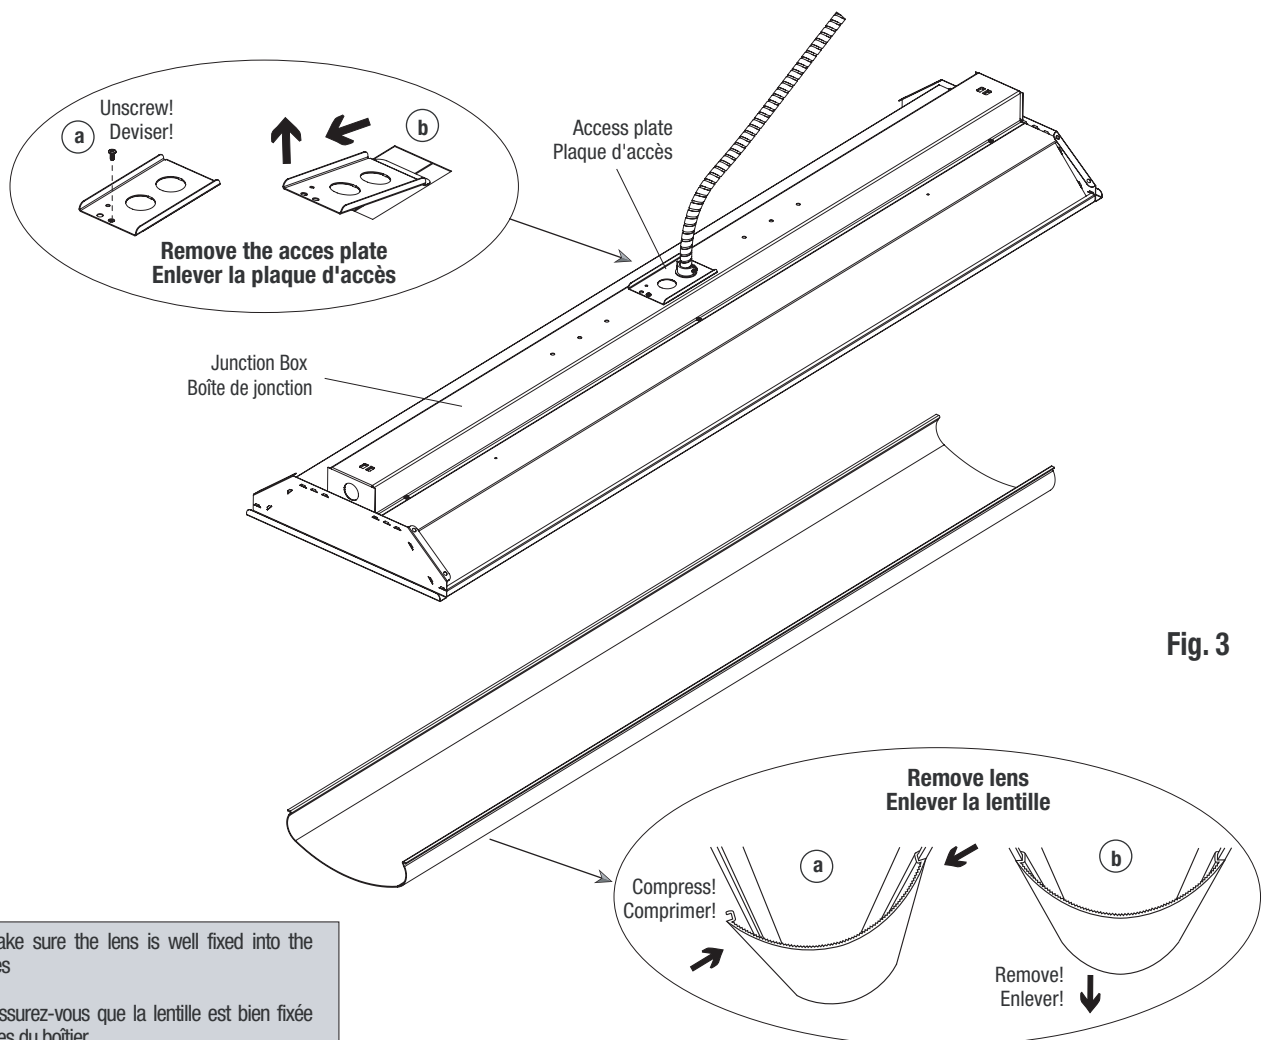

Fig. 3
3. Remove the access plate of the junction box (see Fig. 3 detail).
9. Install the lens on the luminaire (see Fig. 3 detail).
3. Enlever la plaque d'accès de la boîte de jonction (voir le détail dans la Fig. 3)
9. Installer la lentille sur le luminaire (voir le détail dans la Fig. 3).